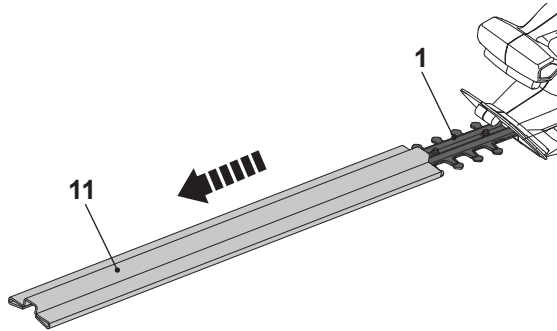

Fig. 1
1. Retire la cubierta de la cuchilla (11) del dispositivo de corte (cuchilla) (1) antes del funcionamiento (Fig. 1).
2. Guarde la cubierta de la cuchilla (11) de forma segura.